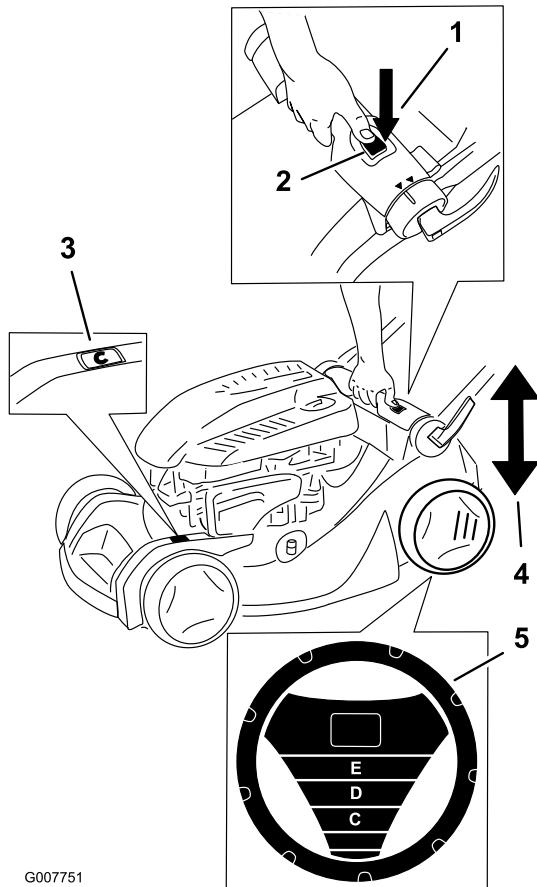

Figure 13
Remarque: Le système SmartWheel® calcule le réglage correct pour vous éviter de tondre l'herbe de plus du tiers de sa hauteur (Figure 13).
2. Amenez la tondeuse sur la pelouse ; arrêtez-vous quand le dessin SmartWheel est à la verticale (Figure 13).
- Appuyez sur le bouton de réglage de hauteur de coupe et déplacez la poignée pour augmenter ou diminuer la hauteur de coupe (Figure 13).
- Tirez ou poussez la poignée et utilisez l'échelle de hauteur de coupe pour régler la tondeuse à la hauteur de coupe voulue (Figure 13).